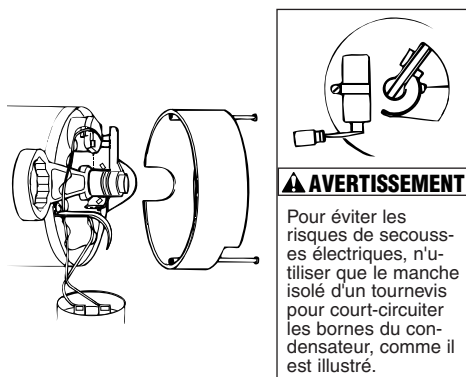

Figure 15 : Immobiliser l'arbre
2. Si l'impulseur doit être remplacé, desserrer les deux vis à métaux, puis déposer le carter du moteur (Figure 15).
La tension du condensateur peut être dangereuse. Pour décharger le condensateur, tenir un tournevis à manche isolé **PAR LE MANCHE** et court-circuiter les bornes du condensateur (voir la Figure 15). Ne pas toucher la lame métallique du tournevis ni les bornes du condensateur. Si on n'est pas sûr comment procéder à cette opération, consulter un électricien qualifié.